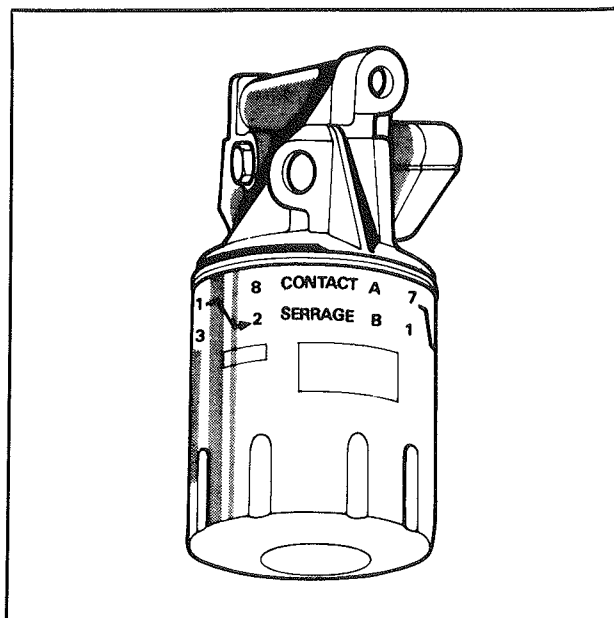

Fig. 1
- repérer un chiffre de la ligne (A) et serrer jusqu'au même chiffre de la ligne (B) (serrage représentant 3/4 de tour, couple 1,2 à 1,6 m da N) (fig. 1).